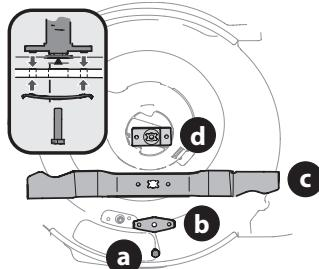

Figura 41
4. Retire el perno (a) y el soporte de campana de la cuchilla (b) que sostienen la cuchilla y el adaptador de la cuchilla al cigüeñal del motor (Figura 41).
5. Retire la cuchilla (c) y el adaptador de la cuchilla (d) del cigüeñal (Figura 41).
7. Lubrique el cigüeñal del motor y la superficie interna del adaptador de la cuchilla con aceite ligero (recuadro de la Figura 41).